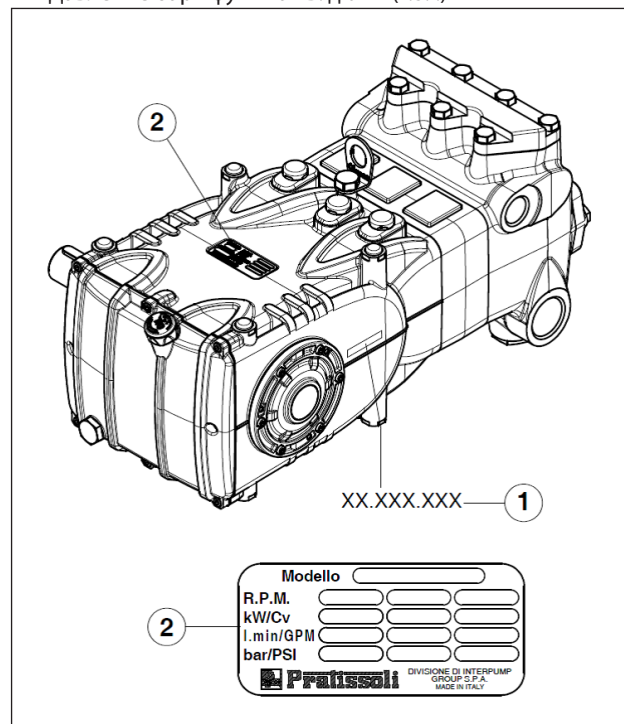

Рис. 1
Каждый насос имеет свой заводской № XX.XXX.XXX, см. поз. ① и паспортную табличку, см. поз. ② на Рис. 1, на которой указано: